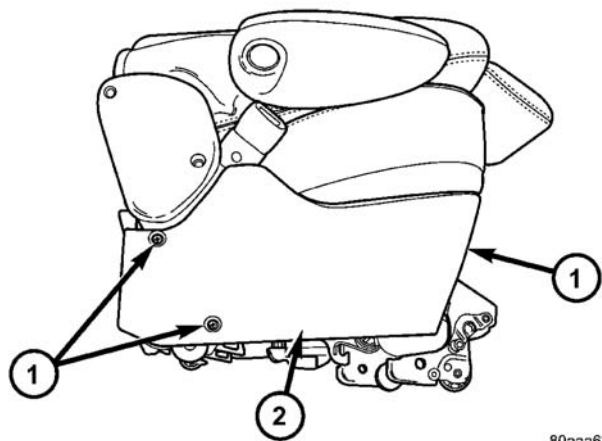

图 29 座椅侧盖—儿童座椅
- (1) 拆卸 3 个螺钉（图 29）。
- (2) 拆卸侧护板。